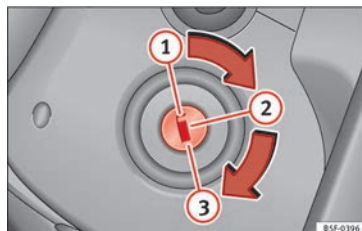

Fig. 187 Positions de la clé de contact.
» fig. 187.
- Retirez la clé de contact d'allumage sur la position ① » fig. 187 » ⚠.